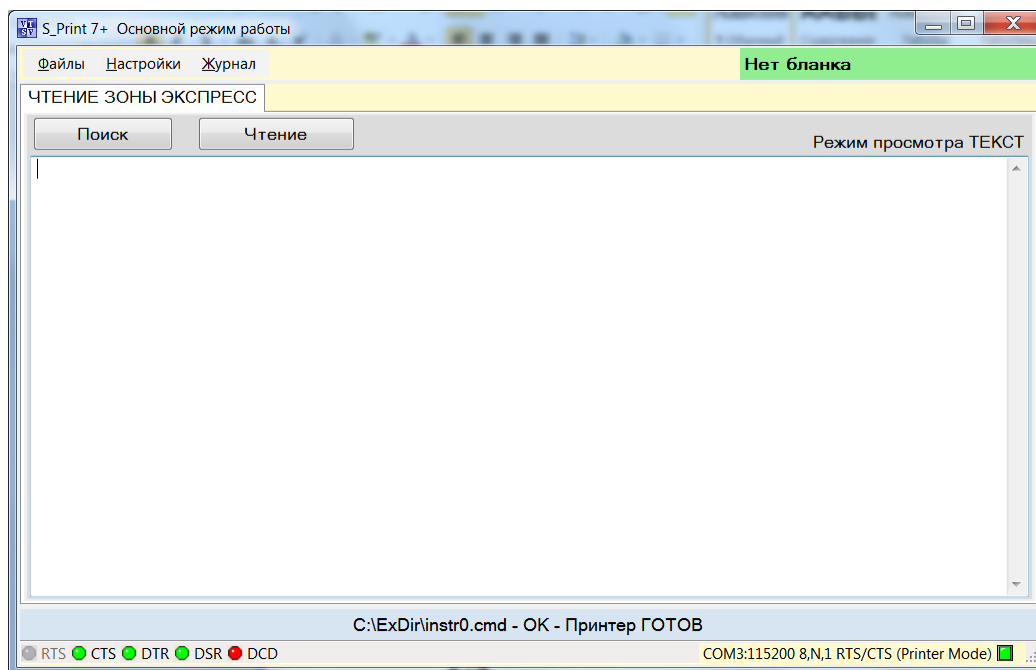

Рисунок 4
- Пункт **Чтение зоны ЭКСПРЕСС** – Открывается окно, позволяющее прочесть содержимое RFID метки, ранее оформленного транспортного требования. Смотри рисунок 4